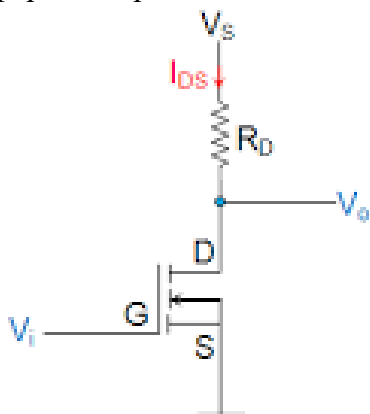

Рисунок 1
2) Схема на рис. 1 построена на базе транзистора IRLZ44NS. Определить среднюю мощность, рассеиваемую на транзисторе за период сигнала. Напряжение питания  $+10\text{В}$ , форма напряжения  $V_0$  показана на рис. 2 (сигнал периодически повторяется)